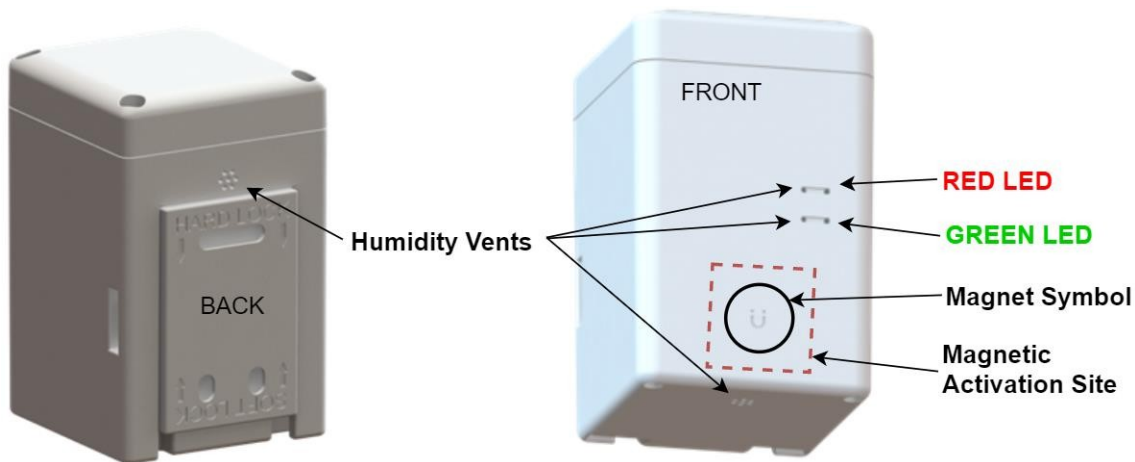

Abbildung 2-2: STORK-Gehäuse und externe Schnittstellen Um
1. Halten Sie den Magneten **3 bis 10 Sekunden** lang an die magnetische Aktivierungsstelle am Gehäuse, wie in Abbildung 2-2 unten gezeigt.